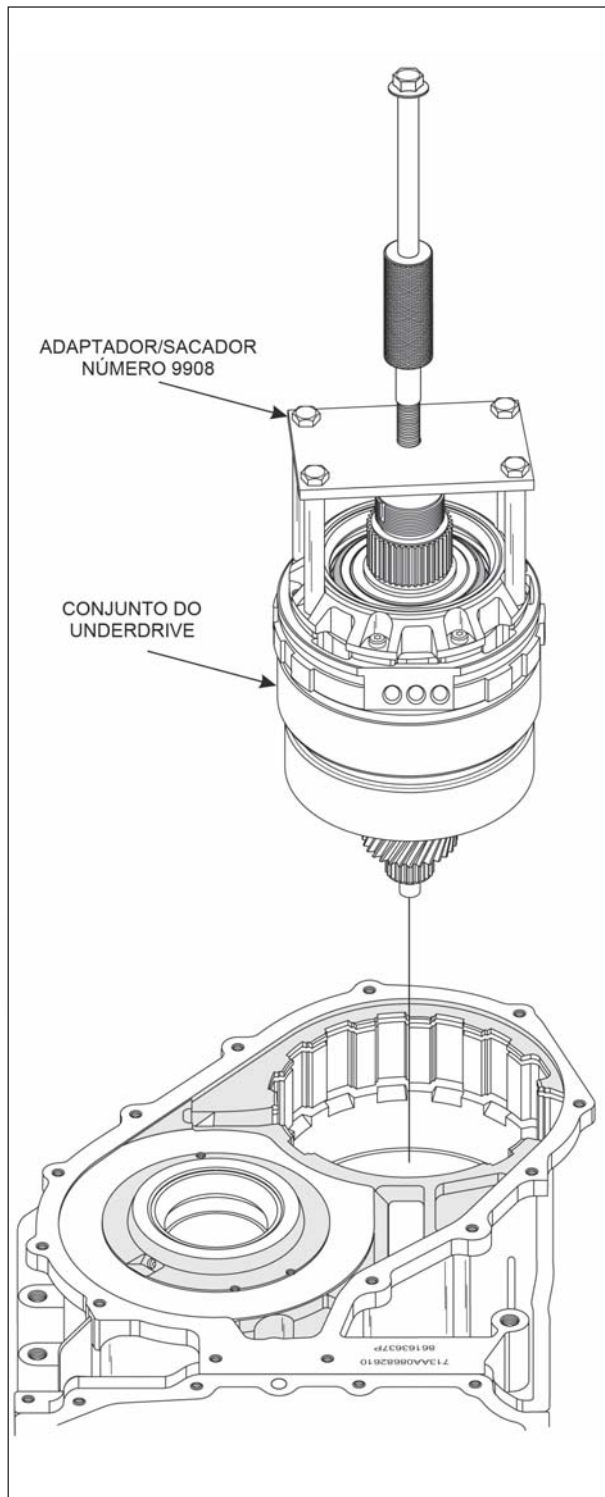

Figura 85
83. Remova o conjunto do Underdrive da carcaça da transmissão levantando-o bem na vertical, conforme mostra a figura 85, e deixe-o de lado para posterior verificação e montagem.